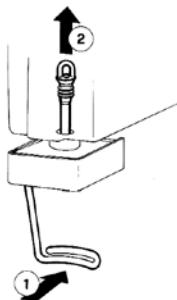

Рисунок 3
7. **Кран с зажимаемой трубкой:** нажмите на дозирующую ручку (1) и выньте зажимаемую трубку (2) (см. рис. 3)